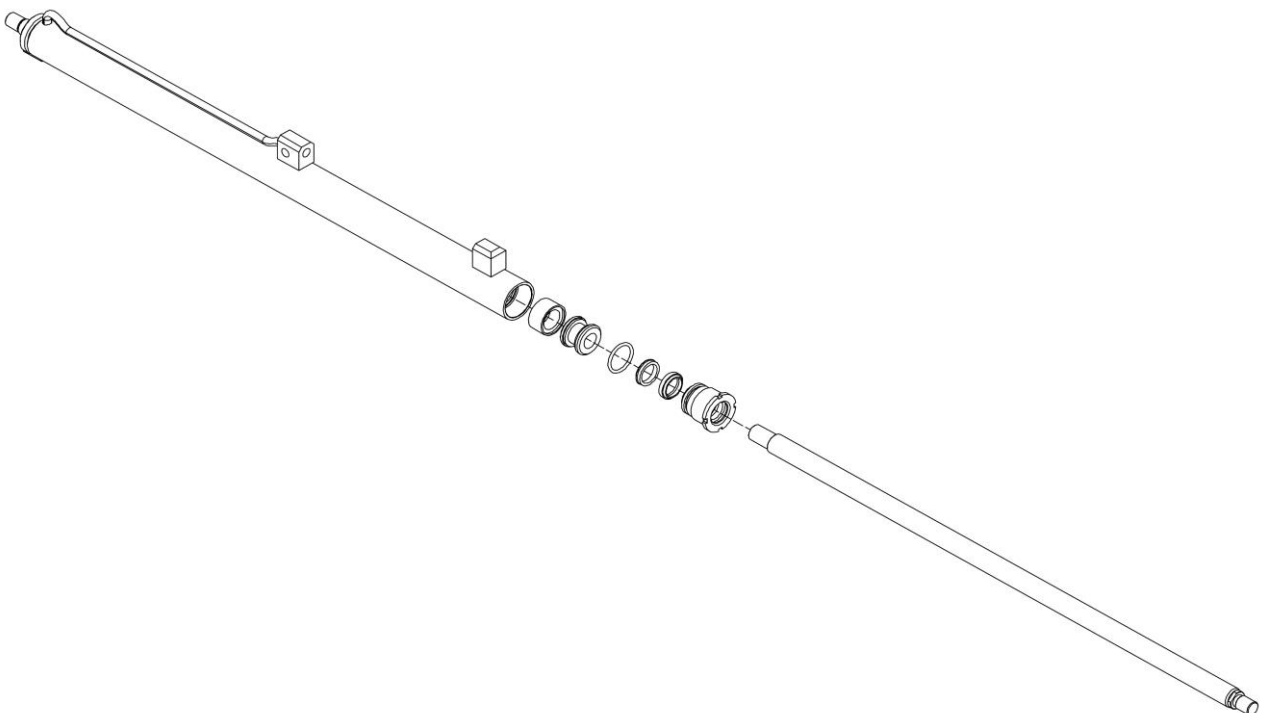

Figure 26
8. Se référer à la *Figure 26*.